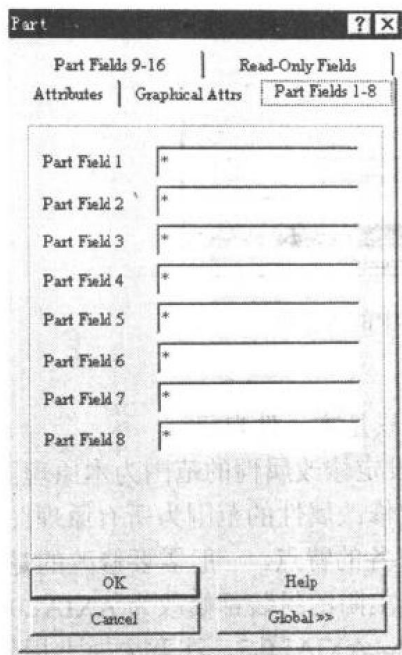

图1.6 Part Field 1-8页
(3) Part Field 1-8 页和 Part Field 9-16 页，见图 1.6。这两个页面用于设置元件数据栏的 1-16 项内容，就是说可以向这些数据栏中写入数据和文字。这些数据和文字可以用于仿真和显示。